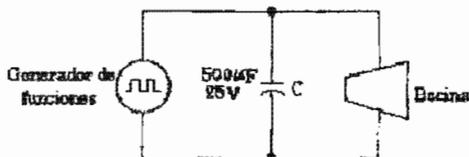

Figura 3.6
- Agregue un capacitor según se muestra en la figura 3.6, que sirva como filtro y escuche el sonido.